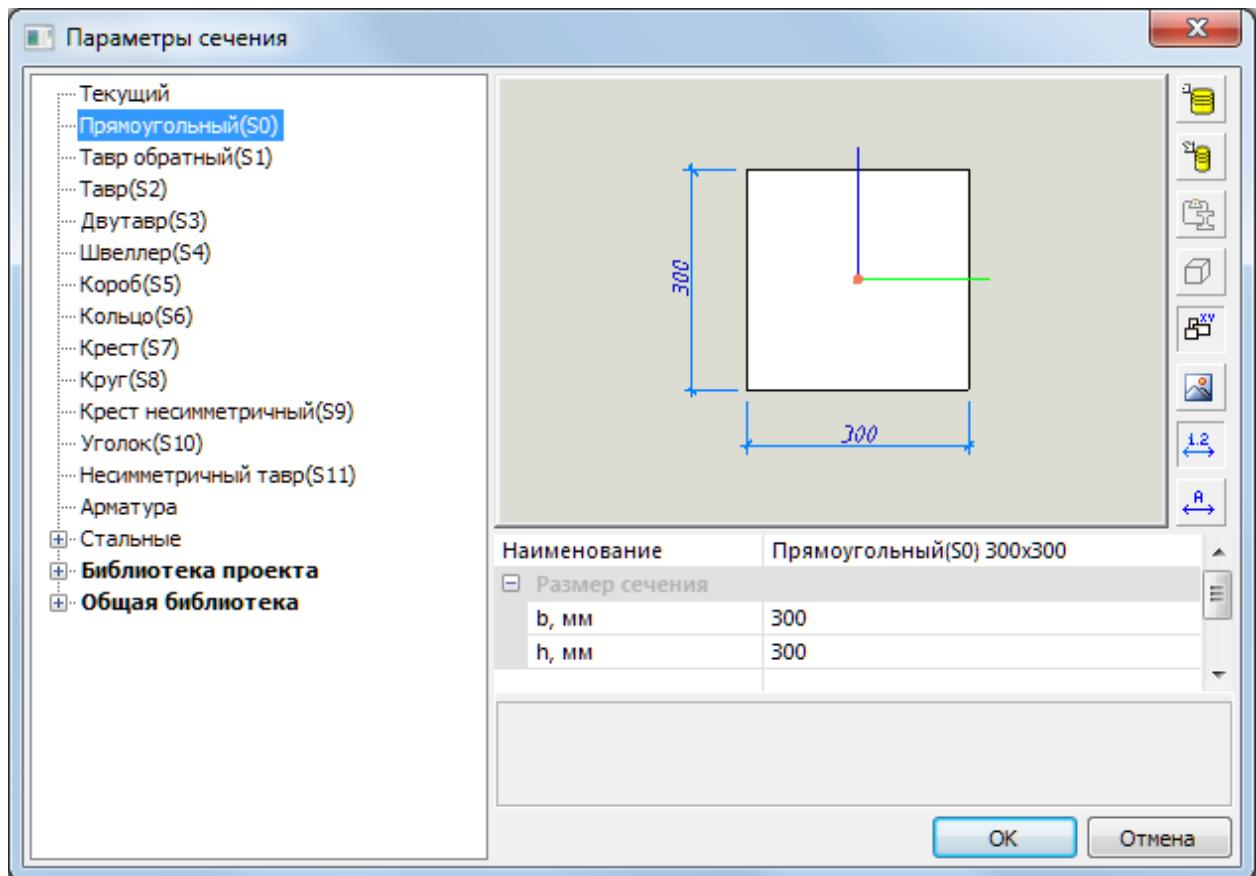

Рис.3.5 Диалоговое окно Параметры сечения
- Вызовите диалоговое окно **Параметры сечения** (рис.3.5) щелчком по кнопке  в строке свойств инструмента Балка.